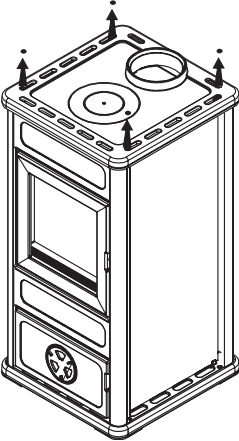

fig. 2
- ridicati capacul desuruband cele 4 suruburi (fig. 2)